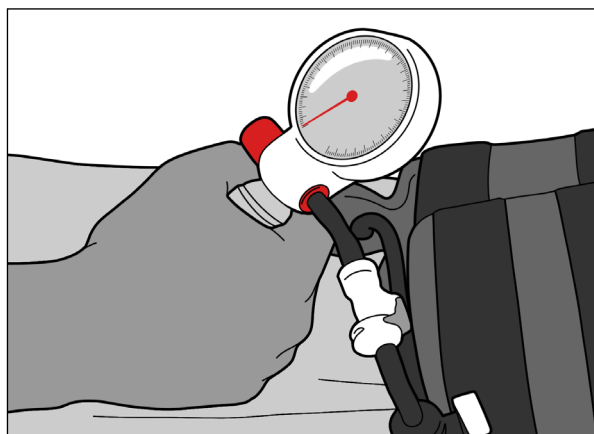

Fig. 24
2. Ruotare la manopola lontano da sé (Fig. 24).